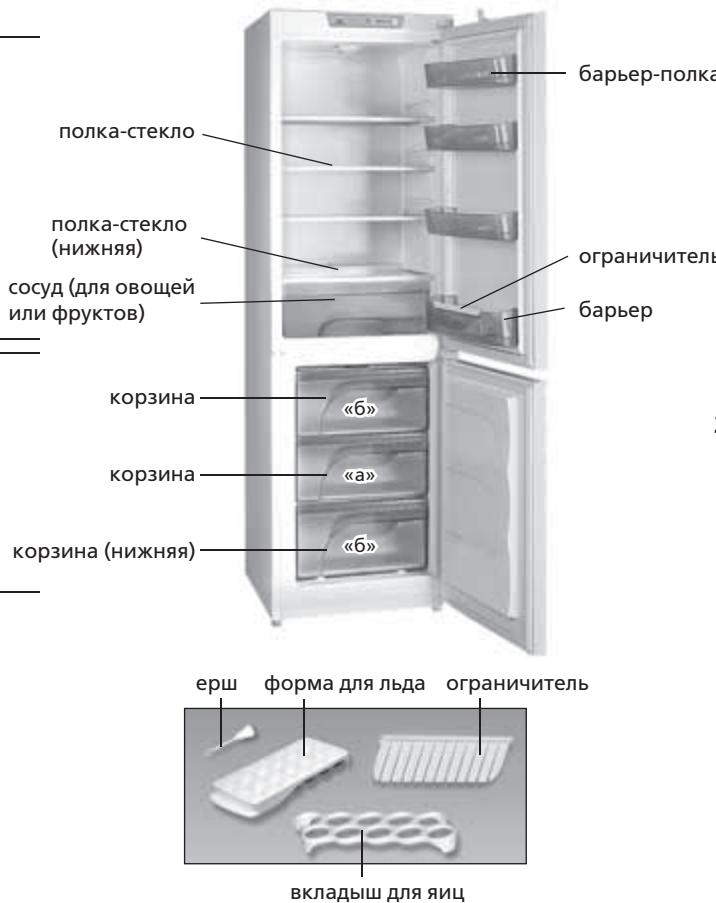

Рисунок 1 — Холодильник и комплектующие изделия
1.3 В комплект поставки холодильника входят: комплектующие изделия (см. рисунок 1) и комплект монтажных частей (см. рисунок 2).